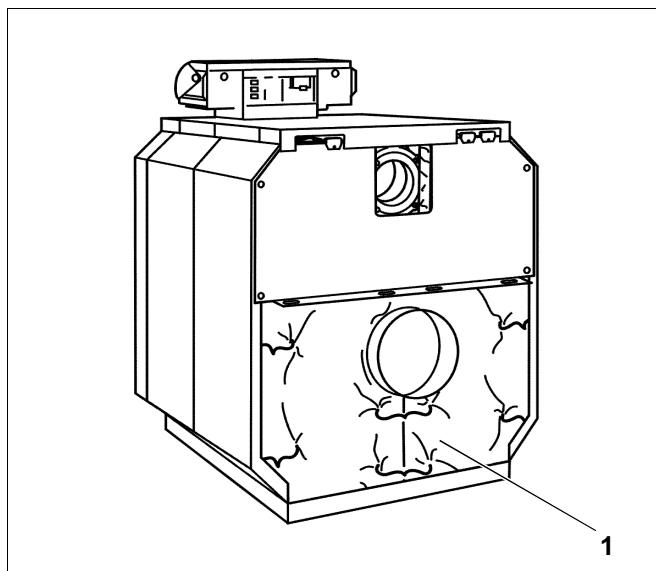

Fig. 70 Riaccostare l'isolazione termica posteriore
- Riposizionare l'isolazione termica dell'elemento posteriore e riaccostarla al disotto del collettore dei gas di scarico (fig. 70, **pos. 1**).